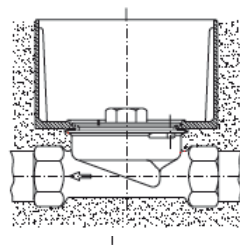

Fig. 2
- 1.3. Avvitare UPT. Inserire la guarnizione ad anello a L in UPT sotto la filettatura della testa nell'apposita scanalatura e avvitare con cura a tenuta il coperchio con la calotta a vista (vedi fig. 2). Far installare UPT da un tecnico. Prestare attenzione al fissaggio dell'installazione dei tubi con fascette fonoisolate, possibilmente ad una profondità ottimale. La profondità ottimale (centro tubo e parete finita) va da 65 mm a 93 mm. Profondità superiori necessitano di una rosetta speciale.